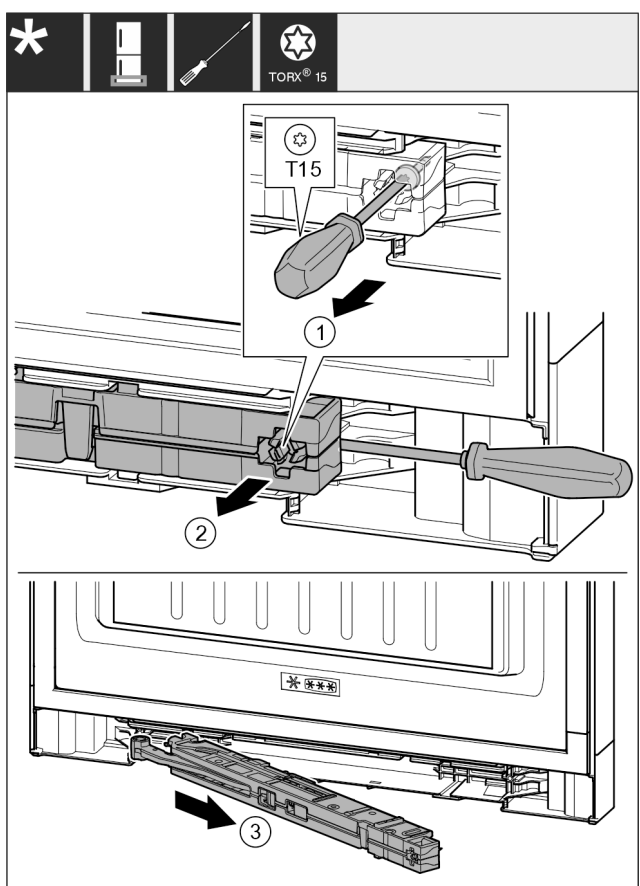

Fig. 17
- ▶ Przy pomocy śrubokręta T15 odkręcić śrubę na amortyzatorze zamykania drzwi ok. 14 mm. Fig. 17 (1)
- ▶ Od strony uchwytu, za amortyzator zamykania drzwi wsunąć śrubokręt. Amortyzator obrócić w przód. Fig. 17 (2)
- ▶ Wyjąć amortyzator. Fig. 17 (3)